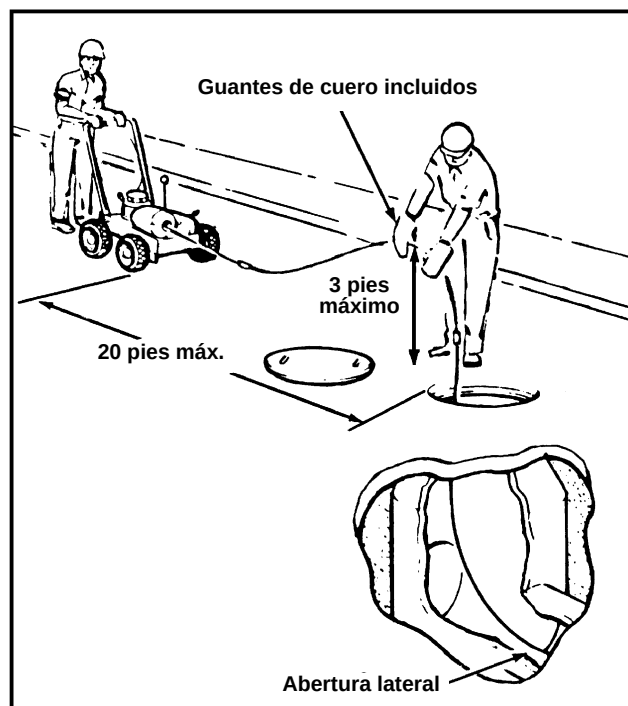

Figura 3 – Modo de empleo de la Limpiadora a varillas
⚠ ADVERTENCIA Siempre maneje la máquina correctamente para mantener el control de la máquina y de las varillas y evitar lesionarse (Figura 3).
11. A medida que se empuja la máquina hacia delante, quien manipula la varilla debe empujar la varilla hacia abajo guiándola entre los pulgares y palmas de las manos y con los dedos extendidos. (*Figura 3*)